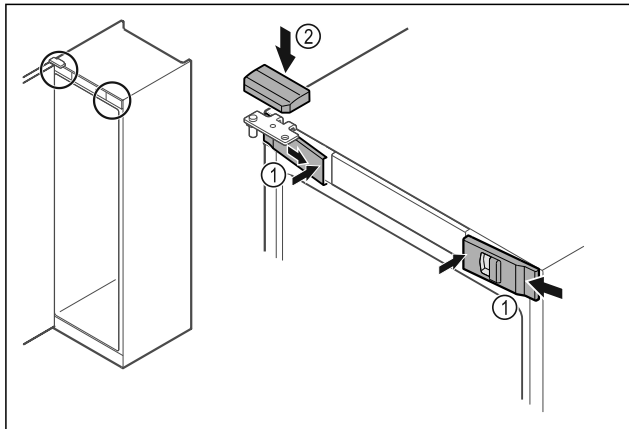

Fig. 48 *
- Skyv de fremre dekslene Fig. 48 (1) inn på siden, og smekk dem på plass på innsiden.*
- Smekk det øvre dekselet Fig. 48 (2) på plass ovenfra.*